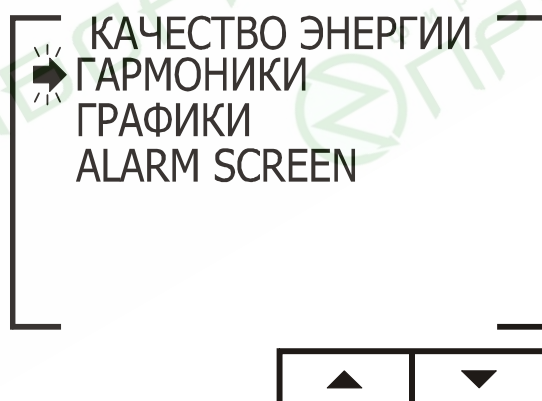

Рис. 34
2. Нажмите «Enter». На дисплее появится экран выбора режима отображения качества сети (рис. 34):